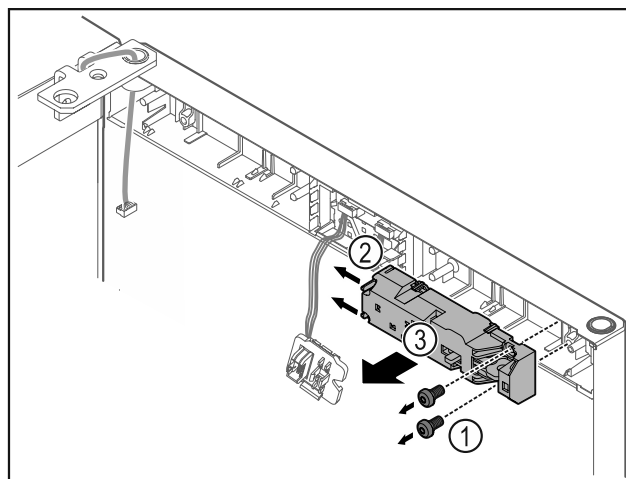

Fig. 18
- ▶ Зніміть гвинти Fig. 18 (1).
- ▶ Фіксальний виступ Fig. 18 (2) відтиснути вбік і зняти дистанційний замок Fig. 18 (3).